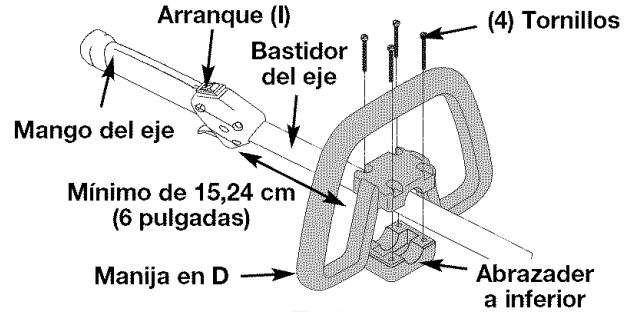

Fig. 1
**ADVERTENCIA:** NO TRATE DE UTILIZAR ESTA UNIDAD HASTA QUE LA MANIJA EN D SE HAYA GIRADO A LA POSICIÓN DE FUNCIONAMIENTO (Fig. 1).
1. Afloje los tornillos en la manija en D (Fig. 1).